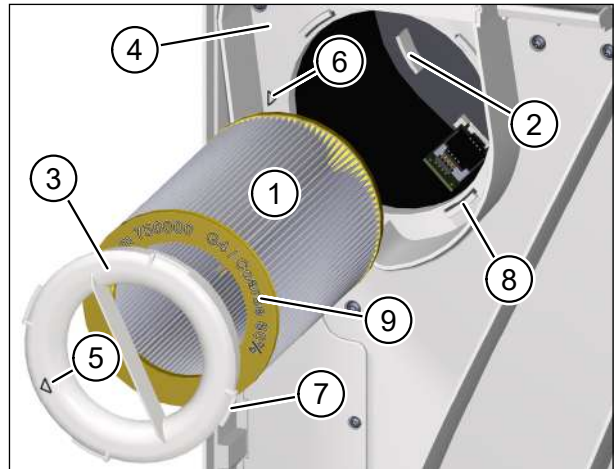

Abb. 16: Neuen Abluftfilter einsetzen
- ▶ Führen Sie den neuen Abluftfilter (Pos. 1 in Abb. 16) vorsichtig in das Lüftungsgerät ein.
- ▶ Achten Sie darauf, dass der Luftfilter in die 3 Haltenasen (Pos. 2 in Abb. 16) an der Rückwand des Lüftungsgerätes gleitet.
- ▶ Setzen Sie den Filterring (Pos. 3 in Abb. 16) auf den Abluftfilter auf. Achten Sie darauf, dass der Filterring plan auf der Zwischenplatte (Pos. 4 in Abb. 16) aufliegt.
- ▶ Drehen Sie den Filterring im Uhrzeigersinn, bis der Pfeil auf dem Filterring (Pos. 5 in Abb. 16) mit dem Pfeil der Arretierposition (Pos. 6 in Abb. 16) fluchtet. Achten Sie darauf, dass die 4 Nasen (Pos. 7 in Abb. 16) am Filterring in den Halterungen (Pos. 8 in Abb. 16) an der Zwischenplatte einrasten.
- Als Abluftfilter darf nur M-WRG-II FS, Art.-Nr. 200267, verwendet werden. Art.-Nr. und Luftfilterklasse sind auf der gelben Endscheibe des Luftfilters (Pos. 9 in Abb. 16) eingepreßt.